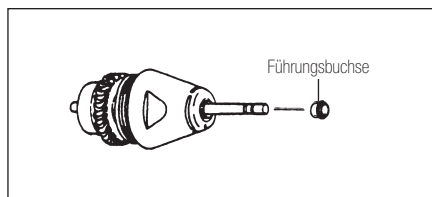

Abb.14
- 2) Die längere Führung der Führungsbuchse auf das Ende des Rotorschäfts setzen, zuerst zusammen mit dem Testbohrer (Abb. 14).